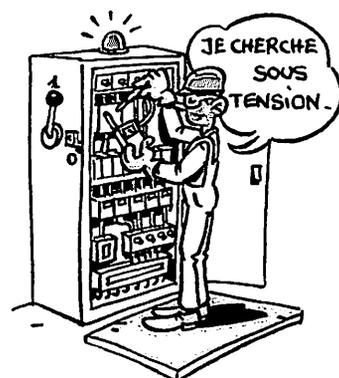

Fig. 11 : Localisation du défaut.
– La mesure des grandeurs électriques au moyen d'appareils de mesure ne nécessitant pas l'ouverture de circuits est autorisée (fig. 11).